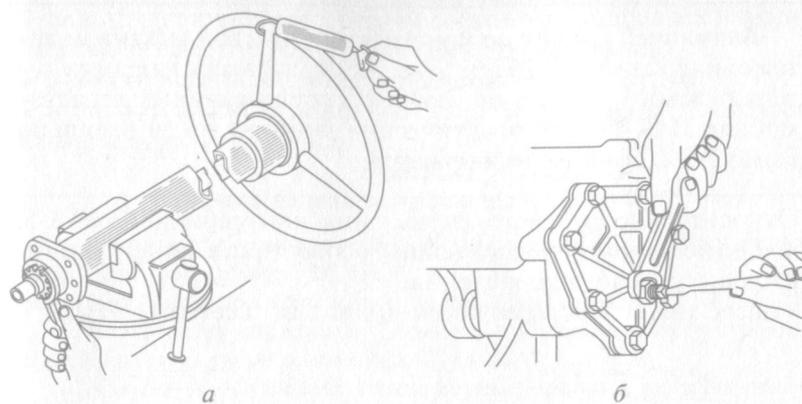

Рис. 4.4. Регулировка осевого перемещения рулевого вала (а) и зацепления сектора с поршень-рейкой (б) в рулевом механизме автомобиля ЗИЛ-130
- осевое перемещение рулевого вала (см. рис. 4.4) посредством затягивания гайки подшипников специальным ключом;